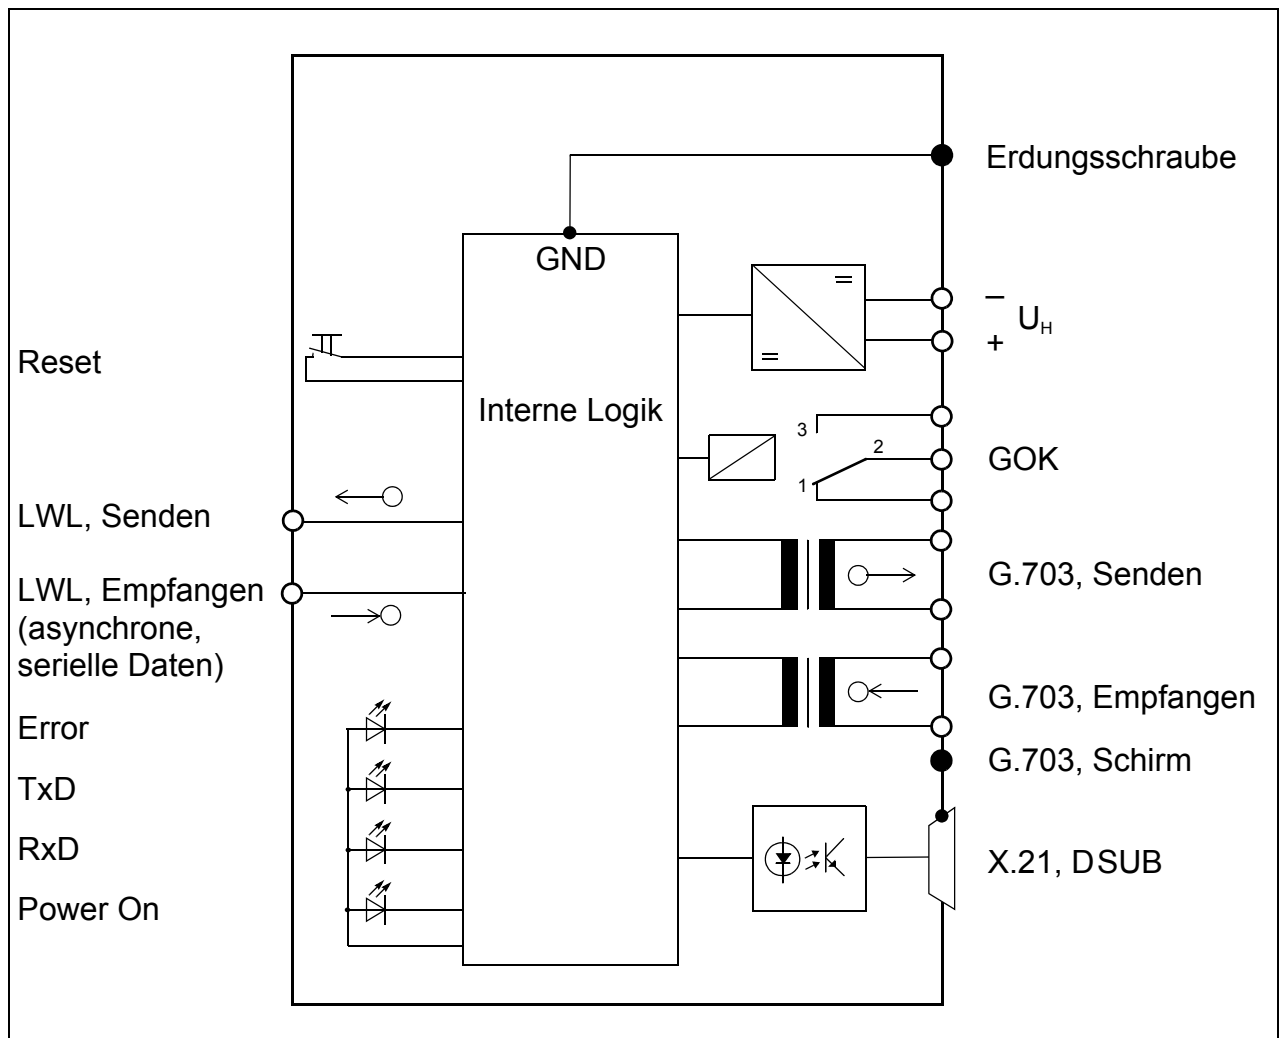

Bild 2 Hardware-Struktur des KU-XGs
Die Aufgabe des KU-XGs besteht darin, eine Anpassung der verfügbaren asynchronen LWL-Schnittstelle im Schutzgerät (DEE) an die physikalische Spezifikation der jeweiligen Schnittstelle des Kommunikationsnetzes (DÜE) vorzunehmen. Die Anpassung erfolgt vollkommen bittransparent, d.h. direktes Weiterleiten der Informationen ohne selbst Informationen hinzuzufügen oder auszublenden. Bild 2 zeigt die Hardware-Struktur.
- ❑ **X.21:** Die Signale der X.21-Schnittstelle sind auf dem 15-poligen DSUB-Stecker (X.21) aufzulegen. Der Schirmkragen ist mit dem Gehäuse verbunden. Die X.21-Signale sind von den anderen elektrischen Kreisen galvanisch getrennt (siehe Bild 2).
- ❑ **G.703.1:** Die Signale der G.703.1-Schnittstelle sind auf die 5-polige Schraubklemme (G.703) aufzulegen (jeweils ein kommendes und ein gehendes Adernpaar). Die links daneben liegende fünfte Schraubklemme („S“) dient zum Auflegen des Kabelschirms und ist mit dem Gehäuse verbunden. Die G.703.1-Signale sind von den anderen elektrischen Kreisen galvanisch getrennt (siehe Bild 2).